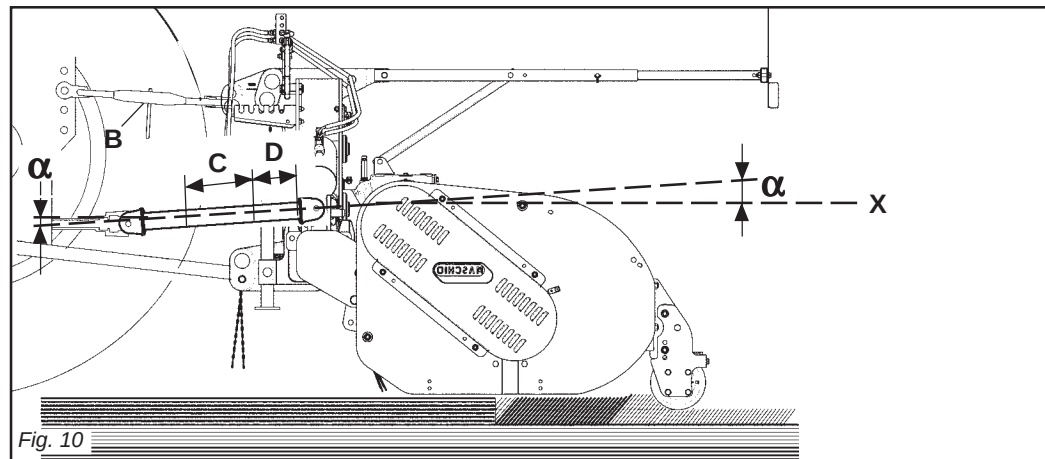
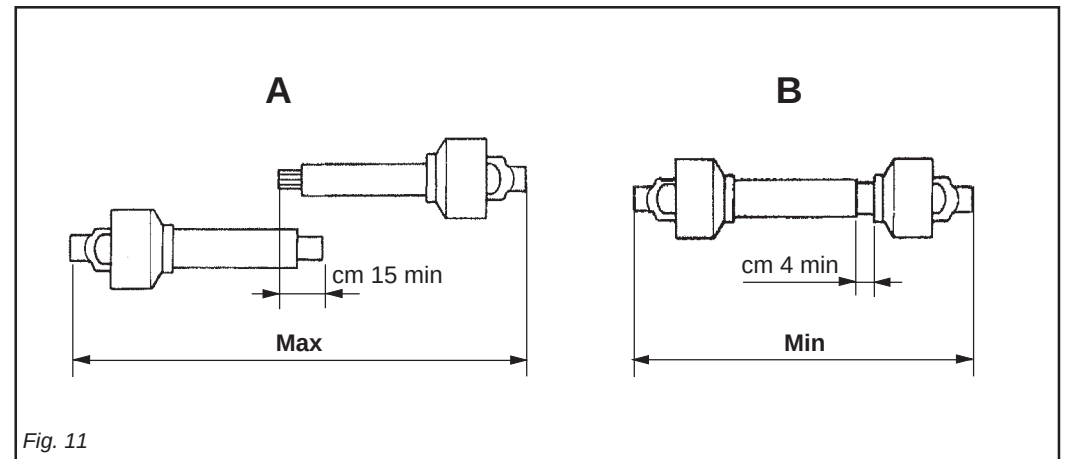

Fig. 10
Fig. 11
L'attacco è corretto quando la macchina è orizzontale in posizione di lavoro. Per fare ciò aumentare o diminuire la lunghezza della barra superiore dell'attacco (B Fig. 10) in modo da portare l'asse (X Fig. 10) della ghiera scanalata della scatola parallela al suolo.
- I due angoli (α Fig. 10) formati dalle assi delle forcelle e l'asse dei tubi scorrevoli saranno uguali e non dovranno superare i 10°.
- La copertura (C Fig. 10) dei tubi scorrevoli deve essere di 15 cm minimo (Fig. 11).
- I due tubi dell'albero di trasmissione a cardano non si devono ricoprire completamente, una corsa di sicurezza (D Fig. 10) di 4 cm minimo deve sussistere.
- Gli angoli (α Fig. 10) dei cardani non devono essere superiori a 40° (Fig. 10).
Connection is correct when the machine is horizontal in the operating position. To achieve this, increase or decrease the length of the top bar of the hitch (B Fig. 10) so as to set the axis (X Fig. 10) of the housing's grooved ring nut parallel to the ground.
- The two angles (α Fig. 10) formed by the fork axes and the axis of the sliding tubes will be equal and must not exceed 10°.
- The sliding tubes (C Fig. 10) must overlap by at least 15 cm (Fig. 11).
- The two tubes of the driveline shaft must not fully overlap. There must always be a safety travel (D Fig. 10) of at least 4 cm.
- The angles (α Fig. 10) of the drivelines must not exceed 40° (Fig. 10).
L'attelage est correct quand dans la position de travail la machine est horizontale. Pour obtenir cette condition augmenter ou diminuer la longueur de la barre supérieure de l'attelage (B Fig. 10) de manière à ce que l'axe (X Fig. 10) de la bague cannelée de la boîte soit parallèle au sol.
- Les deux angles (α Fig. 10) formés par les axes des fourches et l'axe des tubes coulissants doivent être identiques et ne doivent pas dépasser 10°.
- La couverture (C Fig. 10) des tubes coulissants doit être au minimum de 15 mm (Fig. 11).
- Les deux tubes de l'arbre de transmission à cardans ne doivent pas se recouvrir complètement, il doit rester une course de sécurité (D Fig. 10) de 4 cm au minimum.
- Die Überdeckung (C Abb. 10) der Gleitrohre muss mindestens 15 cm ausmachen (Abb. 11).
- La cobertura (C Fig. 10) de los tubos corredizos debe ser como mínimo de 15 cm (Fig. 11).
Quando esso è inserito al massimo, il gioco minimo consentito deve essere di 4 cm (Fig. 11).
When fully inserted, the minimum play must be 4 cm. (Fig. 11).
Quand il est entièrement rentré, le jeu minimum admissible doit être de 4 cm. (Fig. 11).
Wenn die beiden Teile ganz zusammengeschoben sind, muß das kleinstmögliche Spiel 4 cm ausmachen. (Abb. 11).